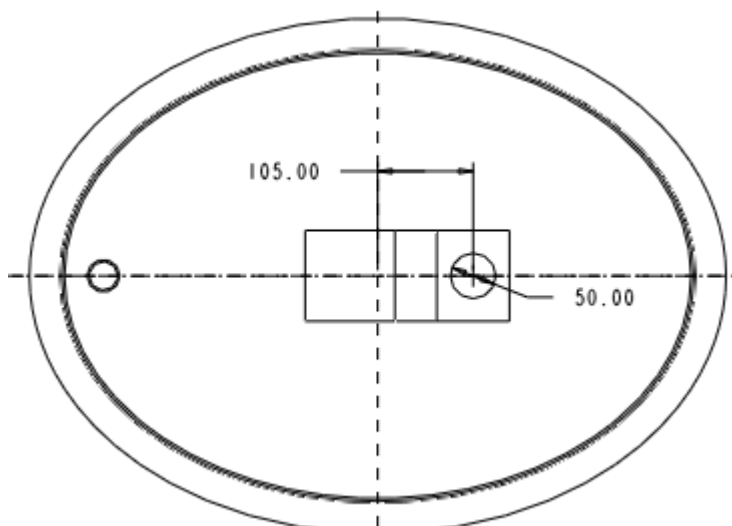

图 50-21
(3) 绘制如图 50-21 所示的拉伸截面，单击  按钮，完成拉伸截面的绘制。